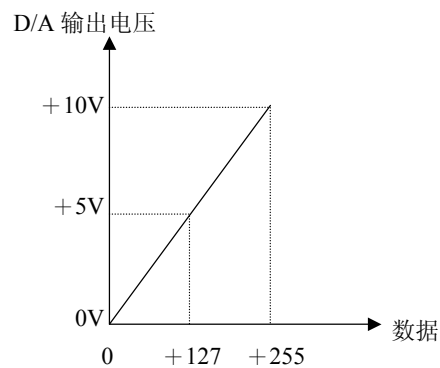

图 2
- ② 速度数据和负载数据与 D/A 输出的关系如下面的图 2 所示。